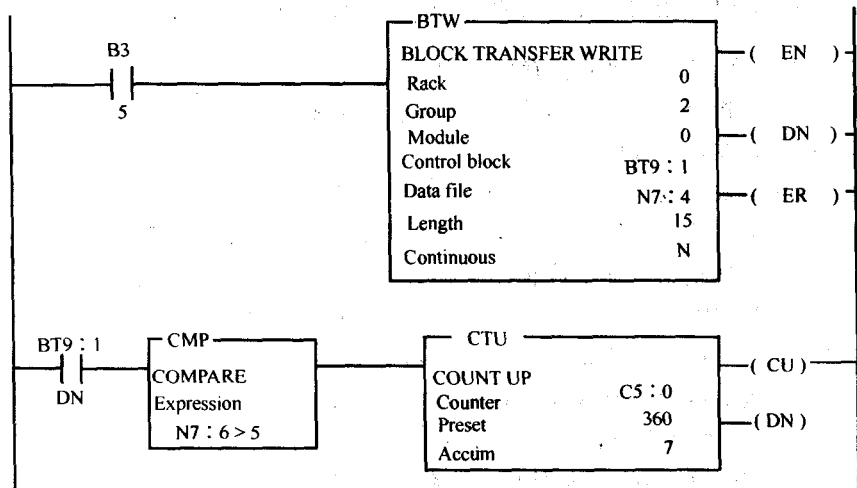

图 7-9 PLC-5 编写的使用块传送读指令来从智能 I/O 模块中读取数据的程序以及对这些数值中读取超过数值 5 的次数进行计数
在 PLC-5 系统中，智能 I/O 模块被称为块传送模块，因为 CPU 与 I/O 模块交换数据块，用以响应用户程序中的块传送读 (BTR) 指令或块传送写 (BRW) 指令。一个 BTW 指令如图 7-9 所示。块传送指令使得 PLC 将数据交换请求传送到 CPU 模块的通信处理器中。在进入下一个指令之前，PLC 不需要等待通信处理器结束与 I/O 模块要求的数据的交换①。通信处理器处理与 I/O 模块之间的数据交换，一次交换一个数据，按照它从程序中接受请求的先后顺序排序。由于块传送指令发送的数据交换请求并不一定要在同一个扫描循环中完成，通信处理器必须提供可寻址状态信息给主微处理器，这样用户程序才能编写成在数据交换结束后能做出合理的反应。如果程序在一个较早的块传送完成之前，发送了第二个块传送请求给 I/O 模块的话，通信错误便会发生。下面在图 7-9 中介绍了块传送读指令以及状态信息的交换：
2) 用以读取的 I/O 模块的位置是由框架 (本例中的 rack0)、组 (2) 以及模块 (始终为 0, 除非当右边插槽为模块 1 时, 框架为每组的两个插槽配置) 来指定的。框架/组/模块寻址有时被视为一个 RGM 地址。
3) 数据文件地址是通信处理器准备将其从 I/O 模块 (图 7-9 的 N7: 4) 读入的数据存入的连续存储器区域的第一个地址。# 标记符不需要。程序员必须输入数据块的长度来读取 16 位数据字。(图 7-9 中指定了 15 个字, 因此最终 15 个数据字会由通信处理器复制到地址 N7: 4 至 N7: 18 中。) 如果是块传送写 (BTW) 指令, 则通信处理器会从这些地址中复制数据字进入 I/O 模块中。程序会确认在初始化 BTW 数据传送请示之前这些地址中是否存在有效数据。
4) 与 CPU 模块存储器中的文件处理使用的简单的三字控制元素不同的是, 六字块传送控制元素结构体 (图 7-9 中的 BT9: 1) 为一个控制块而指定。该 6 个字保存了 I/O 模块地址和 CPU 存储器地址, 并且在处理器执行与 I/O 模块的数据交换时, 通常由通信处理器来保存工作数据和状态位。程序员需要使用 (至少) 块传送控制元素的 DN (完成) 位。(其他状态位在 13 章中有涉及) 用户程序可以检查 DN 位来决定何时通信处理器响应 BTR 指令, 成功读取了数据 (或者响应 BTW 指令而写入数据)。如果 DN 位未开, 则数据交换未完成, 而用户程序不会从存储器中读取数据, 任何时候这些存储器都可以被通信处理器在写覆盖。(DN 位在 BTR 或者 BTW 指令请求一个新的数据交换时会回到低状态) 图 7-9 包括了一个梯形图梯级来计算从智能 I/O 端口获得的数值大于 5 的次数。只有在块传送控制元素的 DN 位 (BT9: 1. DN) 为高时才执行, 表示一个数据块已经从 I/O 模块中读取。